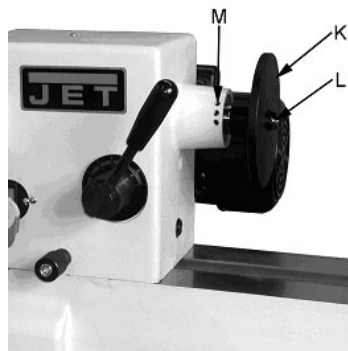

Рис.18
Зажимной диск (K, рис.18) применяется для вытачивания чаш и тарелок. В зажимном диске имеется множество отверстий (L) для крепления заготовок.